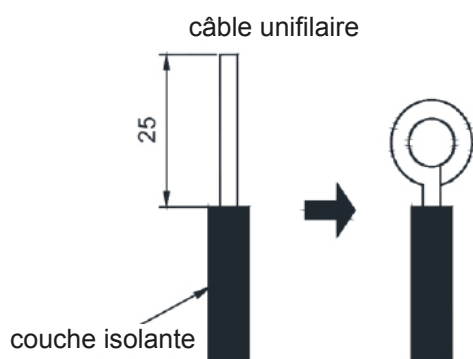

Fig 5.1.1
- (1) Connexion du câble et du tableau de raccordement (comme indiqué sur la fig. 5.1.1).